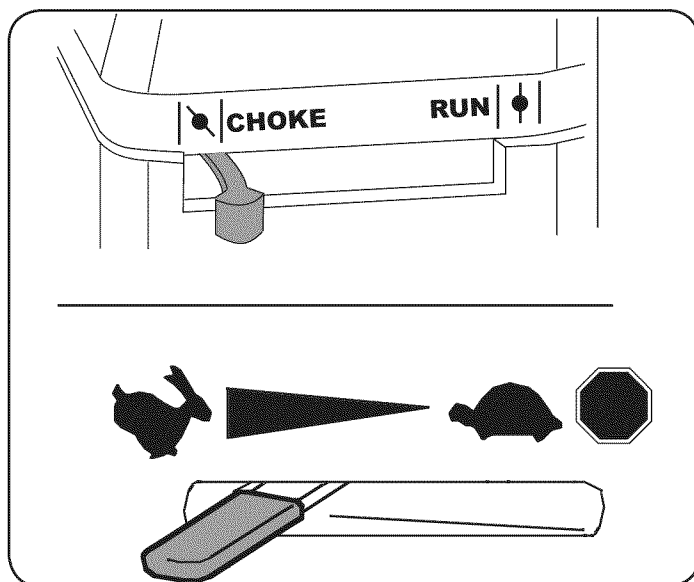

Figura 11
4. Mueva la palanca del cebador del motor a la posición CHOKE . (Si el motor está tibio puede no ser necesario cebarlo). Vea la Figura 11.
5. Mueva la palanca de control del regulador a la posición START/RUN (encendido / funcionando, representado por una liebre ). Vea la Figura 11.